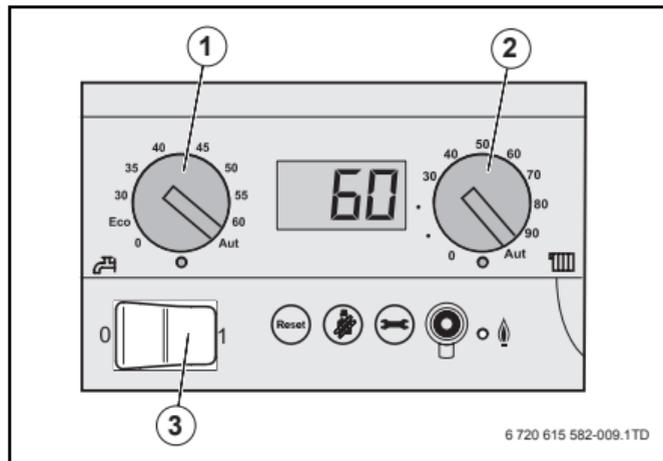

Fig. 9 *Painel de controlo do controlador básico*
- ▶ Colocar a tecla On/Off (→ fig. 9, [3], página 34) no painel de controlo na posição "1" (ligado).